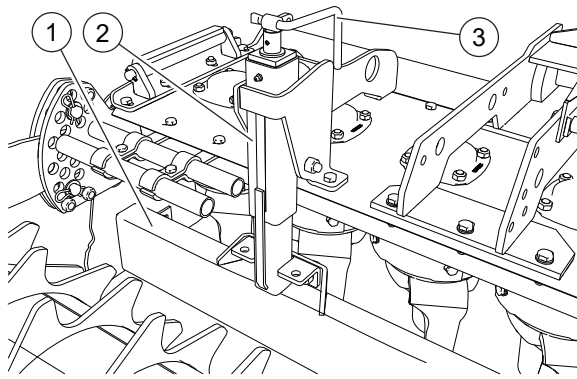

FIG. 33
Para nivelar y triturar el terreno, la grada posee una barra niveladora posicionada detrás de los dientes y regulable en altura mediante los tornillos de manivela (2, "Fig. 33"). Es aconsejable empezar a trabajar con la barra de nivel en posición alta. Regular sucesivamente la posición de la barra girando la manivela (3) hasta alcanzar la posición deseada. Efectuar las regulaciones manteniendo en lo posible la barra a la misma altura respecto al terreno. Evitar de usarla en profundidad.
Para nivelar y triturar ulteriormente el terreno, la grada posee una barra niveladora posicionada detrás de los dientes y regulable en altura mediante los tornillos de manivela (2, "Fig. 33"). Es aconsejable empezar a trabajar con la barra de nivel en posición alta. Regular sucesivamente la posición de la barra girando la manivela (3) hasta alcanzar la posición deseada. Efectuar las regulaciones manteniendo en lo posible la barra a la misma altura respecto al terreno. Evitar de usarla en profundidad.